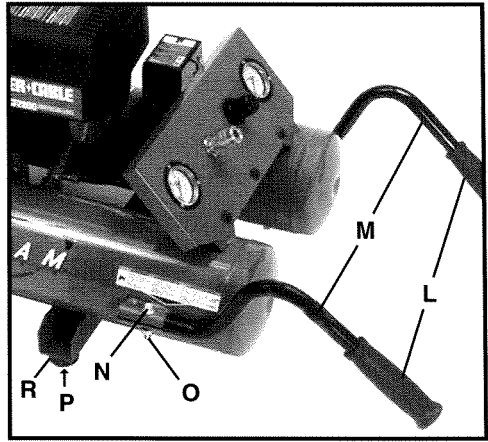

Fig. 6
1. Empuje las empuñaduras de goma de los mangos (L) sobre los tubos de los mangos (M). Asiéntelas firmemente. Utilice un movimiento de torsión para facilitar el montaje.
2. Posicione un conjunto de mango y empuñadura en el interior de la abrazadera ubicada en el lado izquierdo del conjunto de tanques, de la manera que se muestra en la Fig. 6. Alinee el agujero del mango con el agujero de la abrazadera. Introduzca un perno a través del agujero (de la abrazadera y del mango). Enrosque una tuerca en el perno. Utilice dos llaves de tuerca de 1/2" (no suministradas) para apretar firmemente la tuerca.
- C. Introduzca uno de los pernos de  $\frac{1}{4}$ "-20 x  $\frac{3}{4}$ " (P), que se encuentran en el paquete de tornillería, y utilice una llave de tubos de  $\frac{3}{8}$ " (no suministrada) para apretar firmemente el perno.